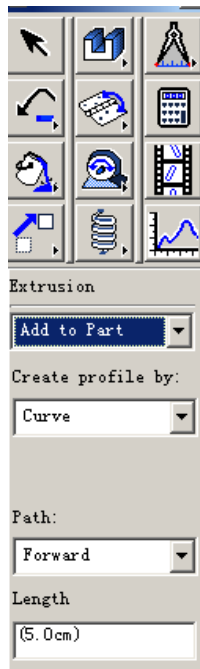
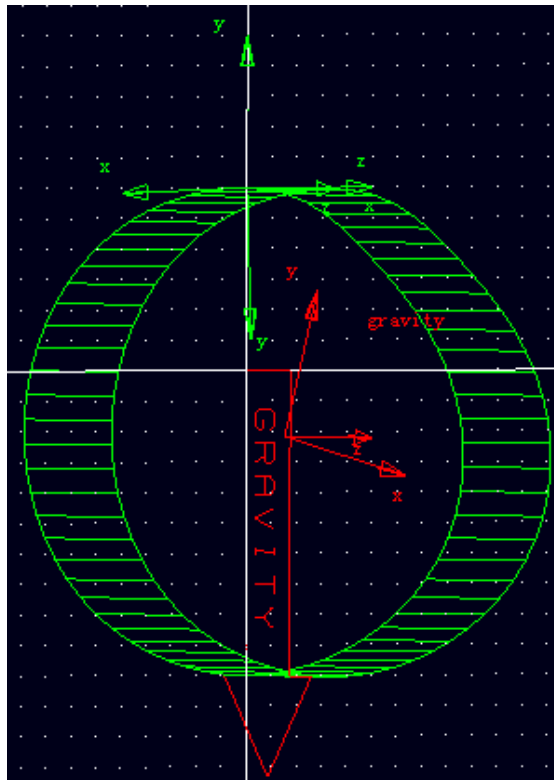

图 4-16 参数选择
图 4-17 凸轮实体
4.10 在 **ADAMS/View** 中零件库中选择拉伸图标 ，参数选择如图 4-16，在 **ADAMS/View** 工作窗口中用鼠标左键连续点击闭合样条曲线两次（第一次选择 **PART\_5**，第二次选择 **PART\_5.GCURVE\_4**），之后一个凸轮实体拉伸出来。如图 4-17 所示，图中的凸轮是旋转后的形状。